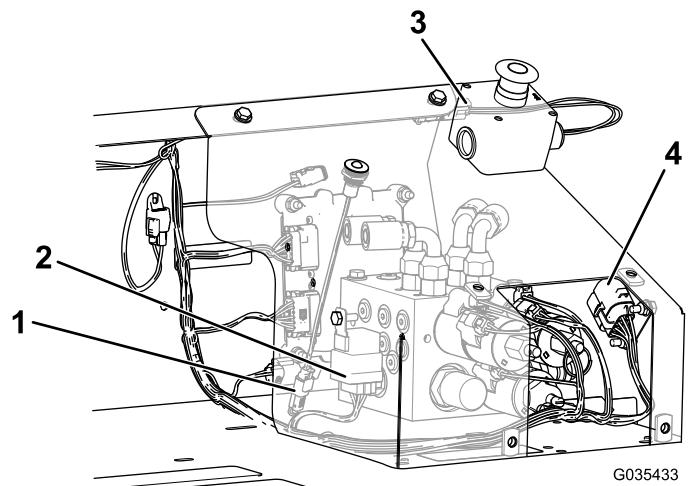

Bild 19
10. Schließen Sie den E-Stopp-Anschluss am Kabelbaum, den Relaisanschluss, Diagnostiklampenanschluss und den Sicherungsblock an den entsprechenden Adaptern an, wie in Bild 19 abgebildet.